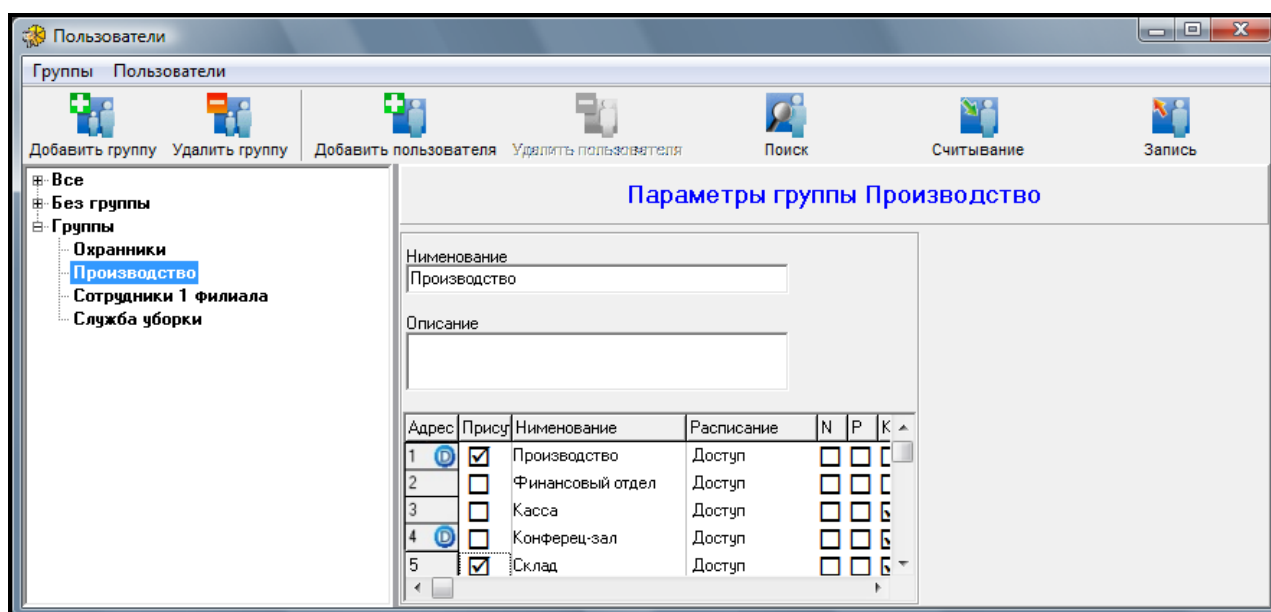

Рис. 29. Пример установок группы пользователей.
2. Щелкните по кнопке  и выберите запрос **ОБЪЕДИНИТЬ ПОЛЬЗОВАТЕЛЕЙ В ГРУППЫ** (см.: рис. 29). Пользователи, не назначенные в группы, будут назначены по очереди в первую группу с параметрами, совпадающими с параметрами отдельных пользователей. Если нет группы, отвечающей параметрам пользователя, группа будет создана.